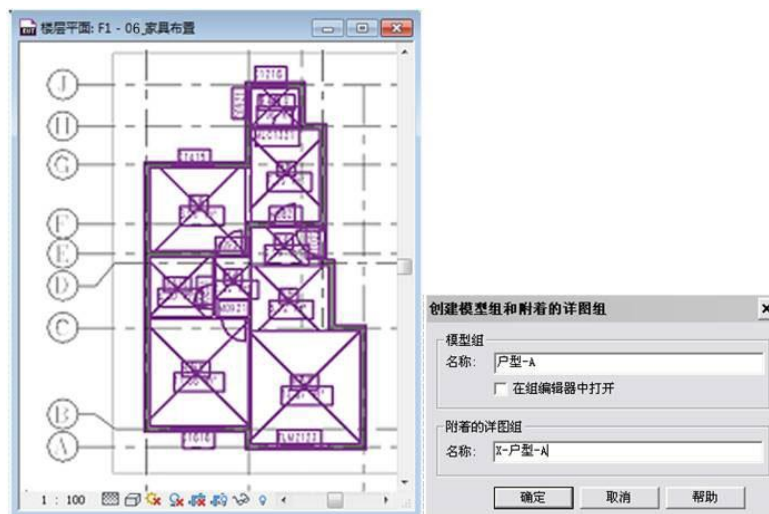

图 3-2
- 3) 确认打开项目浏览器中“楼层平面”>“F1”视图，光标从视图左上方向右下方框选除轴网外的所有构件，单击“选择多个”上下文选项卡>“创建”面板>“创建组”工具，在弹出的“创建模型组和附着的详图组”对话框，输入模型组名称为“户型-A”，详图组名称为“X-户型-A”并确定，完成组的创建（如图3-2示）。